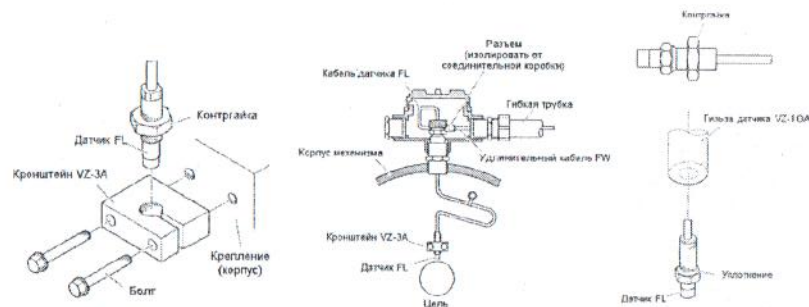

Рис.1 Монтаж датчиков
4.1 Датчики WL-142K устанавливается с использованием кронштейна VZ-3A (поставляется отдельно) или с использованием гильзы датчика VZ-10A (продается отдельно) (рис. 1).